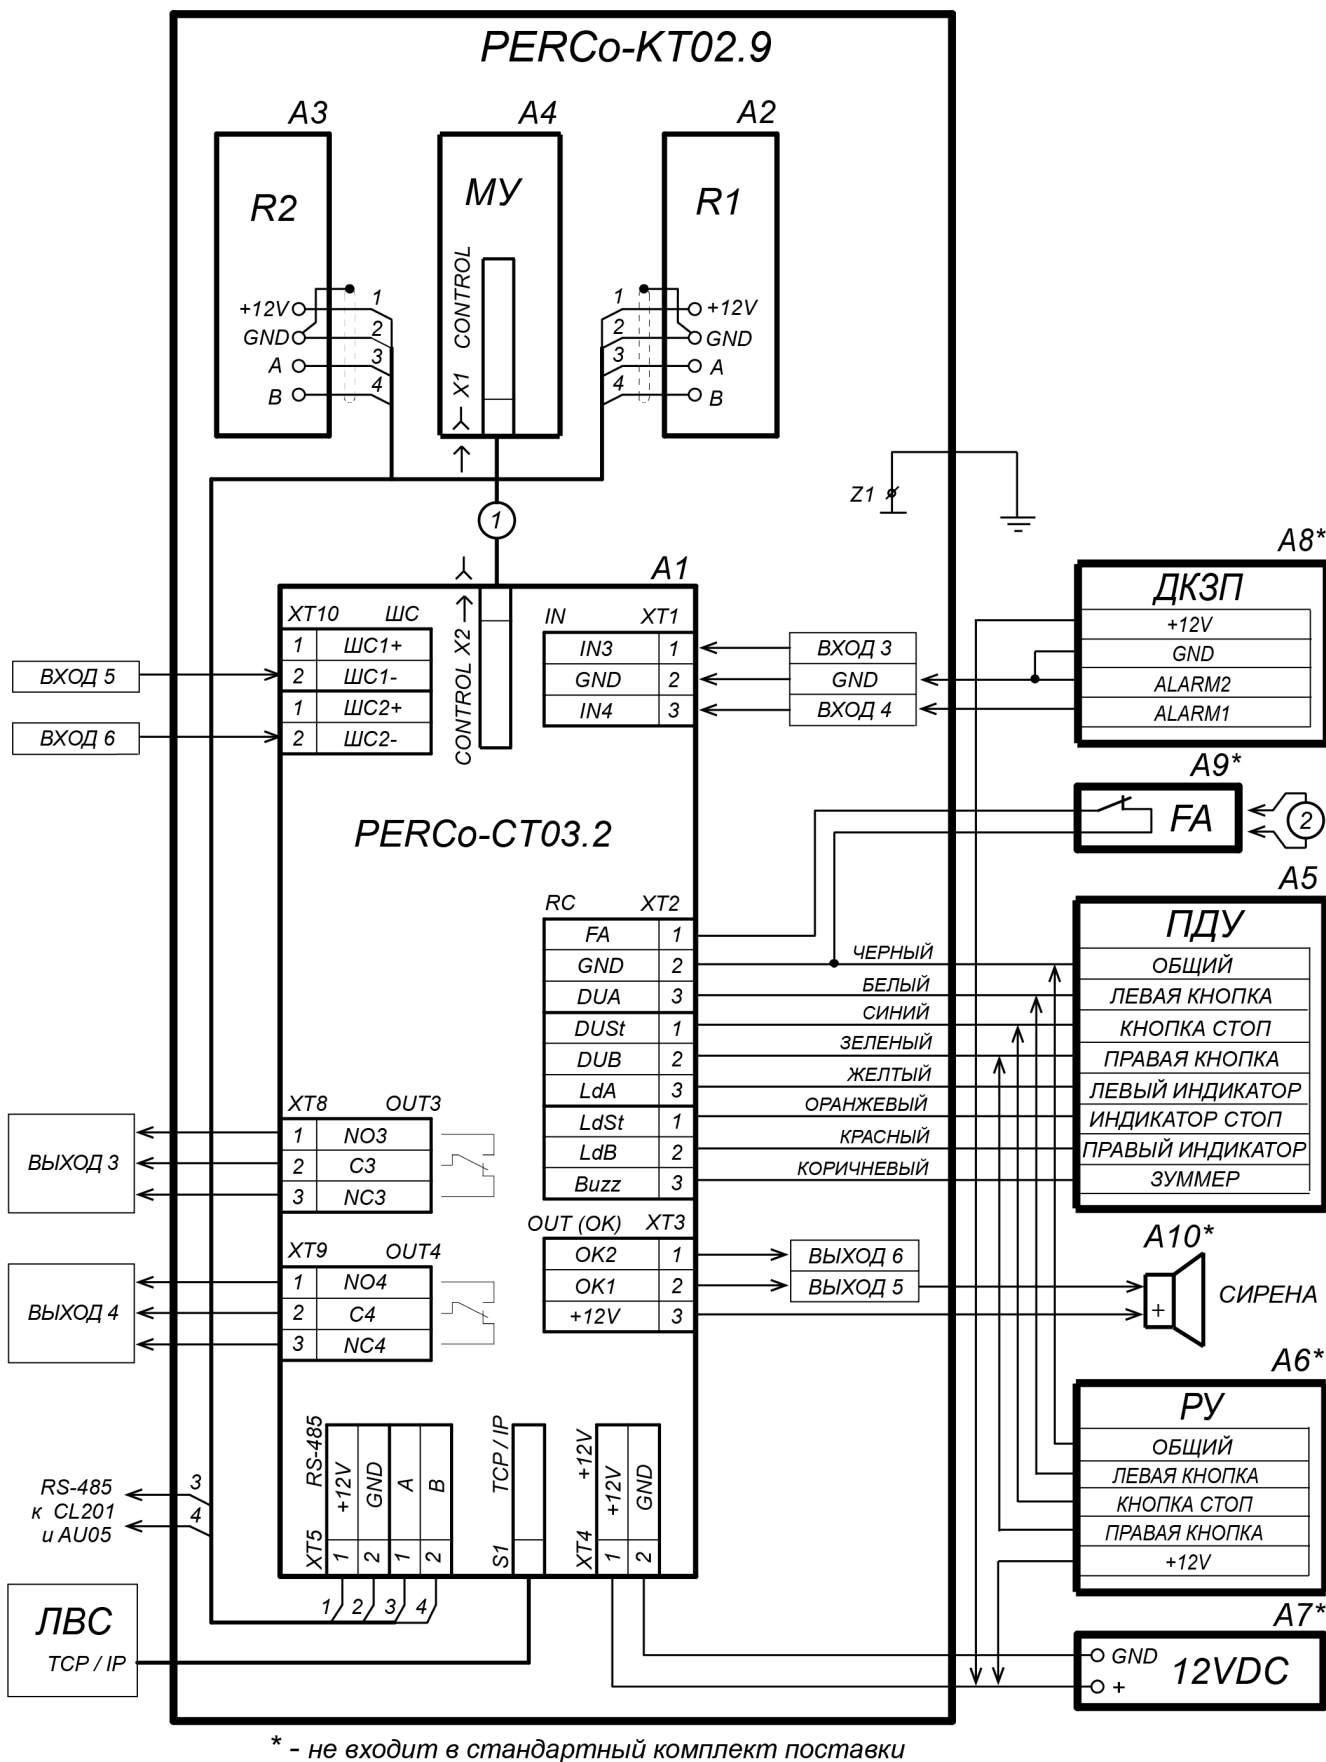

Рисунок 11. Схема подключения ЭП и дополнительного оборудования
Расположение клеммных колодок на нижней плате контроллера ЭП показано на рис. 6, назначение контактов клеммных колодок указано в табл. 1. Схема подключения приведена на рис. 11. Используемые при подключении типы кабелей указаны в табл. 4. При монтаже ЭП придерживайтесь следующей последовательности действий:
10. Подключите кабель питания (12) к клеммной колодке **XT4** на нижней плате контроллера согласно схеме, приведенной на рис. 11.
11. Подключите кабель (10) ПДУ (9) к клеммной колодке **XT2** согласно схеме, приведенной на рис. 11.
12. Подключите, при необходимости, кабели от других устройств к соответствующим клеммным колодкам нижней платы контроллера согласно схеме на рис. 11.
- 1 – кабель питания; 2 – кабель от ПДУ / устройства РУ; 3 – кабель *Ethernet*; 4 – кабель турникета; 5 – кабели подключения считывателей; 6 – платы контроллера; 7 – механизм управления; 8, 9 – отверстия для проводки кабелей (при монтаже ЭП в отверстия вставляются изоляционные втулки); 10 – кабель заземления; Z – контакт заземления; позиционные обозначения A1-A4 и Z – указаны на рис.11